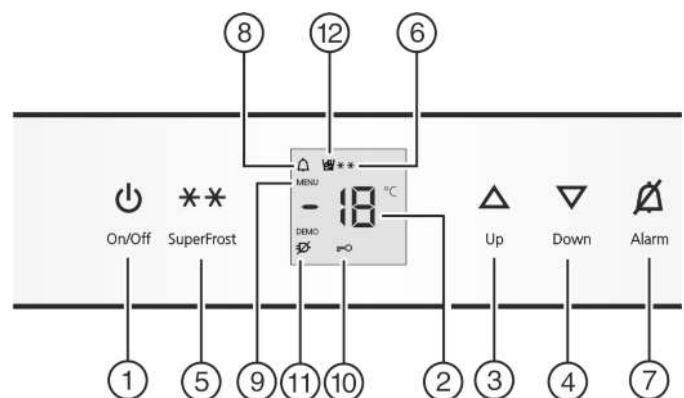

Fig. 2
- Taste On/Off *Fig. 2 (1)* drücken.
- Einstellmodus aktivieren: Taste SuperFrost *Fig. 2 (5)* ca. 5 s drücken.
- ▷ Das Symbol Menu *Fig. 2 (9)* leuchtet.
- Die Taste SuperFrost *Fig. 2 (5)* kurz drücken, um zu bestätigen.
- Zum Einschalten der Kindersicherung Taste SuperFrost *Fig. 2 (5)* kurz drücken.
- ▷ Das Symbol Kindersicherung *Fig. 2 (10)* leuchtet. In der Anzeige blinkt **c**.
- Zum Ausschalten der Kindersicherung Taste SuperFrost *Fig. 2 (5)* kurz drücken.
- ▷ Das Symbol Kindersicherung *Fig. 2 (10)* erlischt. In der Anzeige blinkt **c**.
- Einstellmodus deaktivieren: Taste On/Off *Fig. 2 (1)* drücken.
- Taste Alarm *Fig. 2 (7)* drücken.
Gleichzeitig blinkt die Temperaturanzeige und das Symbol Alarm *Fig. 2 (8)*.
Der Tonwarner verstummt automatisch, das Symbol Alarm *Fig. 2 (8)* geht aus und die Temperaturanzeige hört auf zu blinken, wenn die Temperatur wieder ausreichend kalt ist.
- Temperatur wärmer einstellen: Einstelltaste Up Fig. 2 (3) drücken.
- Temperatur kälter einstellen: Einstelltaste Down Fig. 2 (4) drücken.